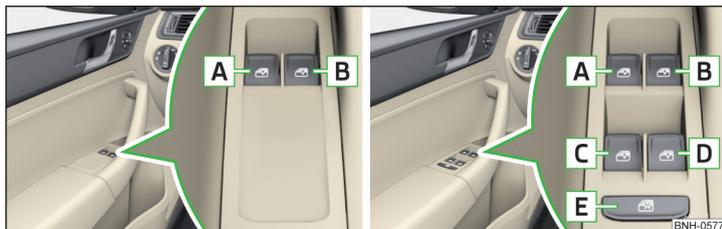

Fig. 44 Teclas de los elevallunas: Variante 1 / Variante 2
Dependiendo del equipamiento pueden operarse las teclas en la puerta, la ventana delantera **Variante 1** o la ventana delantera y trasera **Variante 2** » fig. 44.
### Teclas de los elevallunas » fig. 44
► Pulse la tecla **E** » fig. 44.